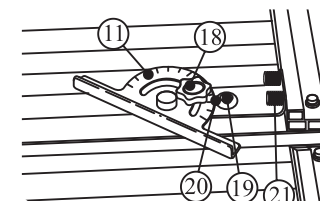

Рис.5
4.6. Для удобства и точности выполнения работ в плиткорезе предусмотрена возможность регулировки угла резания (рис.5)